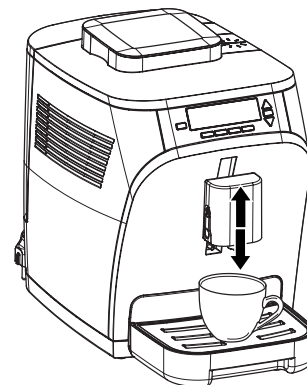

Abb. 5: Tasse unterstellen und Auslaufhöhe einstellen\*
- Stellen Sie eine Tasse unter den Kaffee-Milchauslauf des Gerätes auf die Tassenablage und stellen Sie die Höhe des Kaffee-Milchlaufes auf die Tassenhöhe ein (Abb. 5).
- Stellen Sie eine Tasse oder ein Glas unter den Kaffee-Milchlauf des Gerätes auf die Tassenablage und stellen Sie die Höhe des Kaffee-Milchlaufes auf die Tassenhöhe ein (Abb. 5).